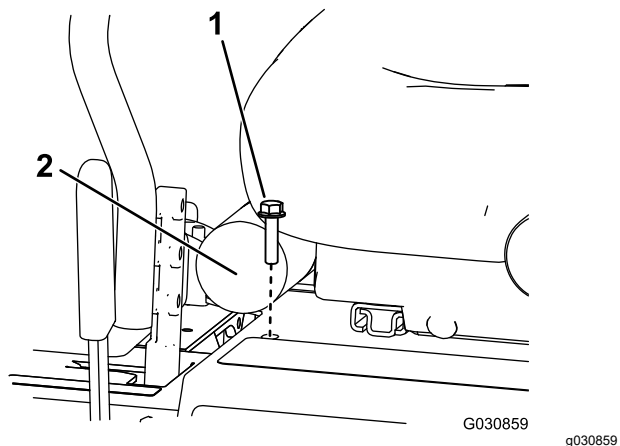

図 9
3. 穴にボルト5/16 x 1¼"を取り付けてシートプレートを固定する 図 9。